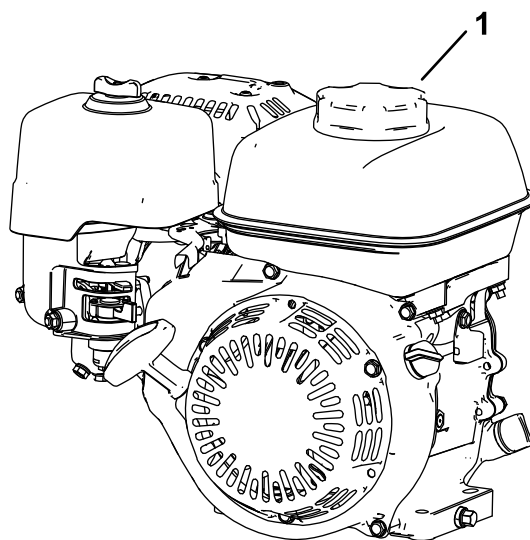

Figura 17
1. Pulite intorno al tappo del serbatoio carburante e togliete il tappo dal serbatoio (Figura 17). Riempite il serbatoio del carburante fino alla parte inferiore dell'apertura del collo del serbatoio; fate riferimento al *Manuale dell'operatore* del motore.